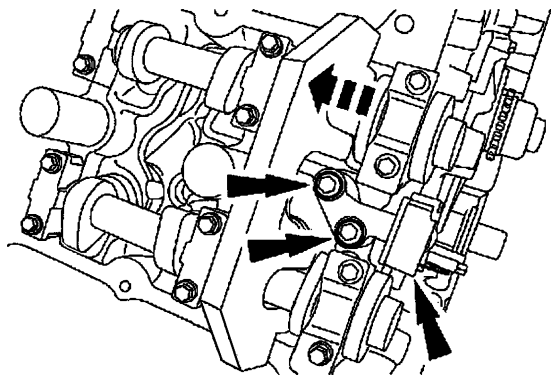

图 15-18 拆卸螺栓和右侧次级正时链条张紧器
19) 拆下 2 个螺栓和右侧次级正时链条张紧器，如图 15-18 所示。
2) 安装右侧主正时链条张紧器和 2 个螺栓，参见图 15-18，将螺栓紧固至 $10\text{N} \cdot \text{m}$ 。